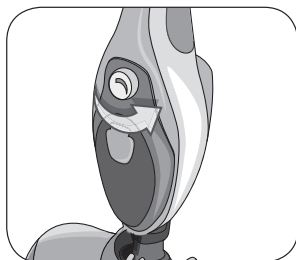
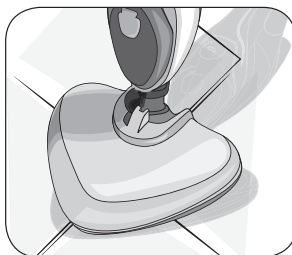

Fig. 8
Fig. 9
Inserire la spina nella presa di corrente elettrica, che deve essere dotata di messa a terra. Ruotare la manopola di regolazione vapore (F) in senso orario fino a quando la spia (E) si accenderà, ad indicare che l'apparecchio è acceso e che la caldaia interna inizia a riscaldarsi. Dopo pochi secondi inizierà a fuoriuscire il vapore dalla testa vapore. Ruotare la manopola di regolazione vapore (F) da un minimo ad un massimo a seconda della quantità di vapore desiderata (Fig. 8). Assicurarsi di aver prima rimosso la polvere dal pavimento prima dell'uso. Passare l'apparecchio sul pavimento (Fig. 9).